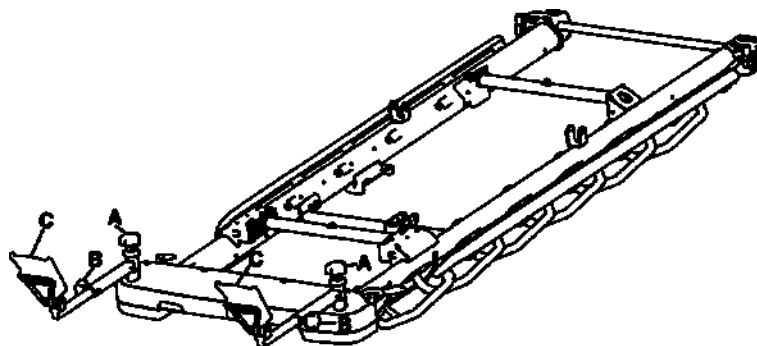

Рисунок 20 – Изменение положения подножек
1. Ослабьте коленную ручку (А) в верхней части подножек, чтобы отрегулировать поперечный угол наклона подножек (Рисунок 20).